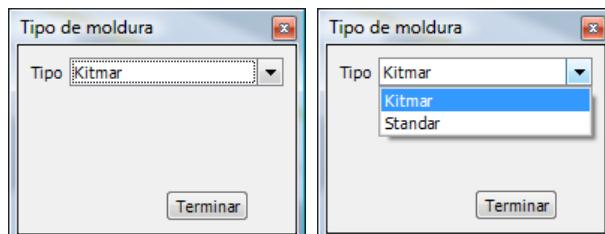

Figura 62 (tipo de moldura)
- Pinchando sobre el botón **tipo de moldura** se selecciona el tipo de moldura que va a tener el armario, mediante una lista desplegable. Solo hay dos tipos de molduras, kitmar y standar. Cuando se selecciona el tipo de moldura se pincha sobre el botón *terminar*. En la siguiente figura 62 se observa el formulario tipo de moldura y su lista desplegable.